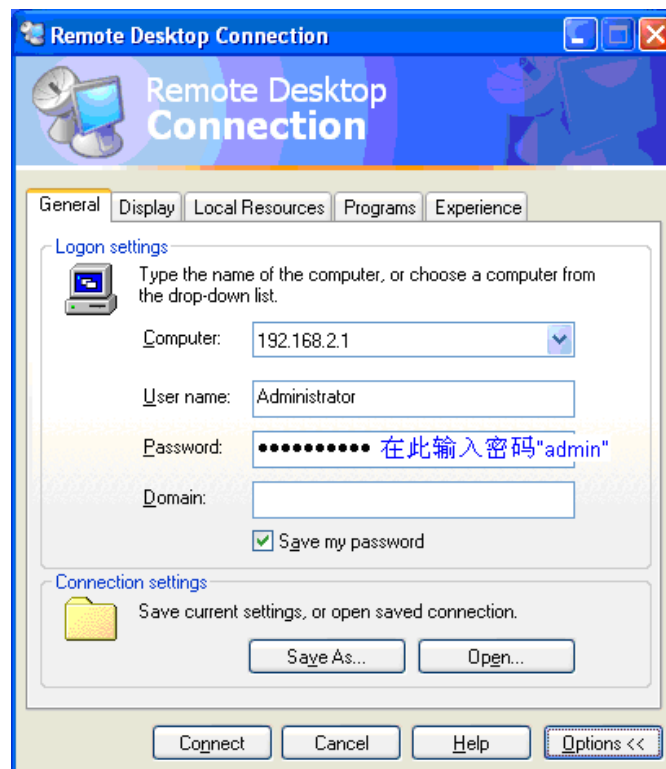
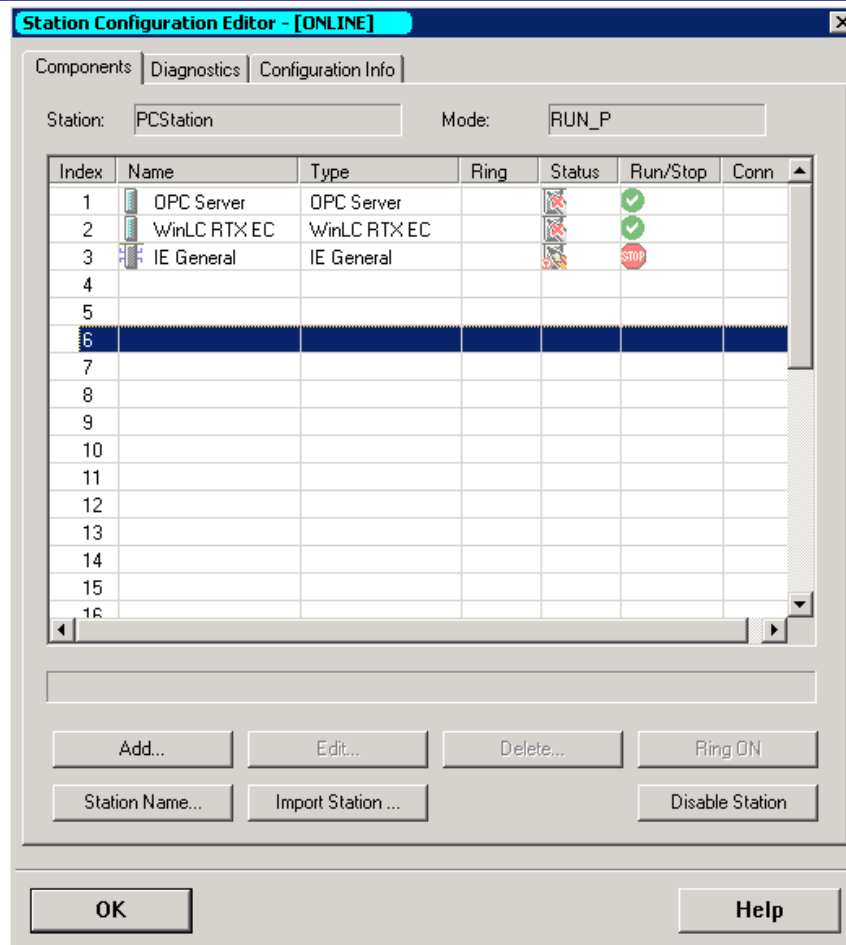
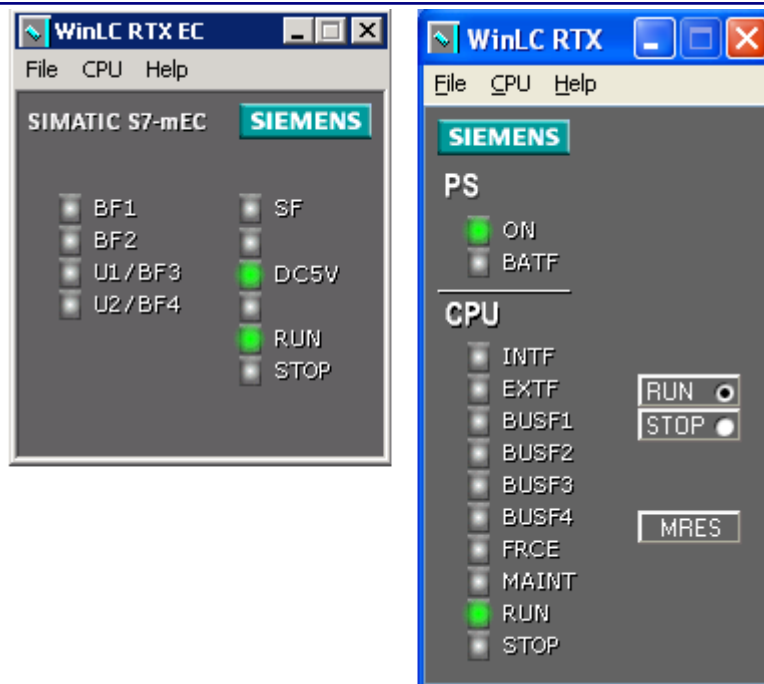
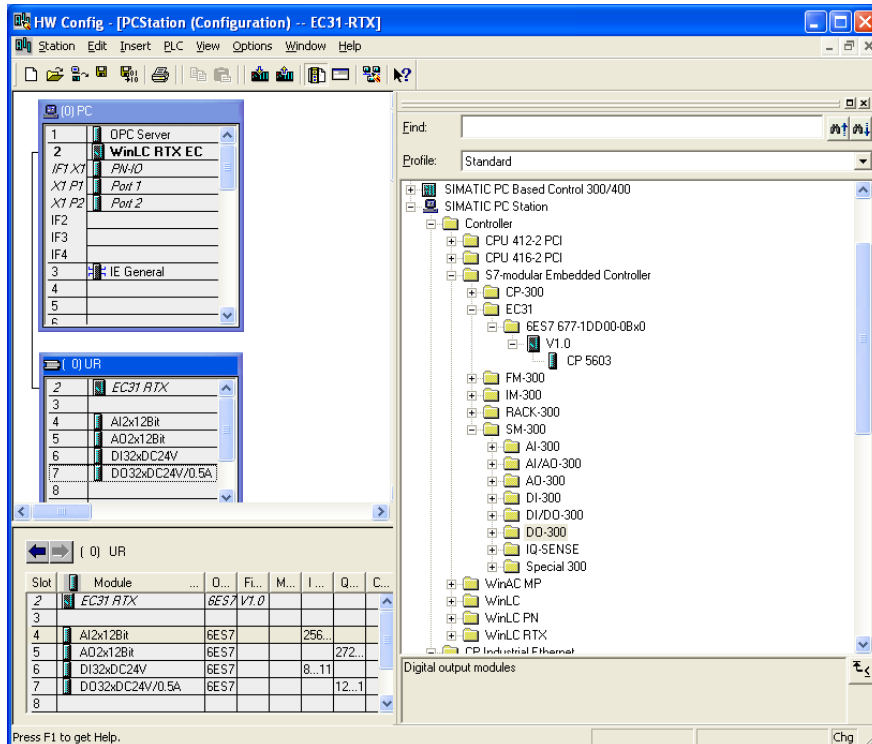

图17 RDP连接的登录参数设置
图20 EC31-RTX的初始组态
图23 WinLC RTX EC和WinLC RTX的操作界面对比
图27 完成PC站和本地I/O组态的EC31-RTX
4. 在上图对话框中点击“Options>>”按钮，按图17所示设置用户名和密码，即用户名为“Administrator”，密码为“admin”。
用鼠标双击图17桌面上的“Station Configuration Editor”小电脑图标打开EC31-RTX的组态界面，如图20所示：
用鼠标双击图17桌面上的“WinLC RTX EC”图标打开EC31-RTX的实时软PLC的操作界面如图23所示左边的控制面板。“WinLC RTX EC”与“WinLC RTX”控制面板的最大区别在于没有了模式切换按钮，“WinLC RTX EC”模式切换只能由EC31-RTX的硬件模式选择开关实现。由于EC31-RTX的LED指示灯U3和U4只在启动过程中及备份/恢复过程中有用，所以没有在“WinLC RTX EC”控制面板上显示。关于面板上LED指示灯的详细信息请参考用户手册第2章。
再按图20所示的EC31-RTX在SCE中的组态情况，在第1槽中插入“OPC Server”，在第3槽中插入“IE General”（对应EC31-RTX以太网端口X2，默认地址为192.168.2.1）。在下面的UR窗口中组态经EC31-RTX的P总线扩展的本地扩展I/O模块。如图完成后如图27所示。